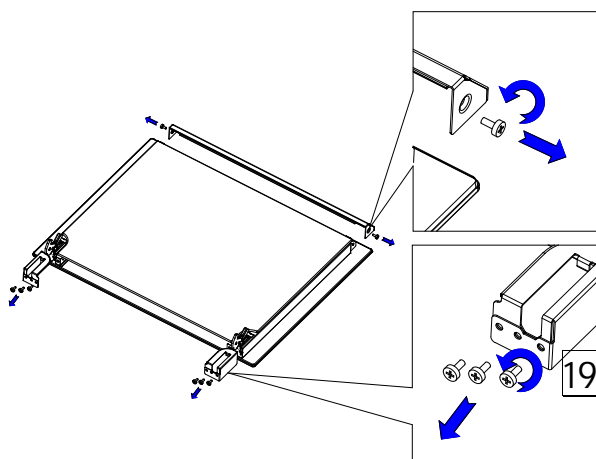

Figure 2
1. ถอดด้านบน โดยการขันสลักเกลียวลงทั้งสองด้าน (ดูตามภาพ figure 2).
2. ขันสลักเกลียวอีก 6 ตัวที่ด้านบนตรงข้ามทั้งสองด้านของประตู. (ดูตามภาพ figure 2).
### B. ตำแหน่งของการใส่ตะแกรงและถาดอบ(ดูตาม figure 2)::